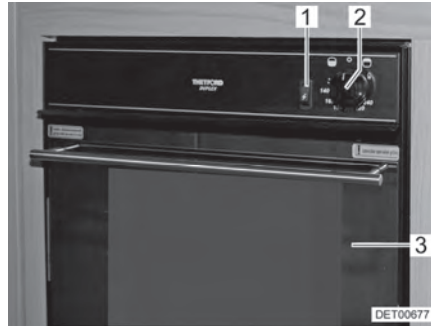
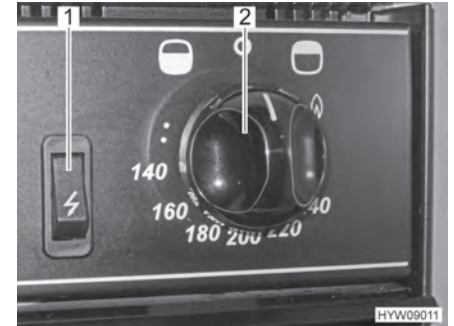

Bild 128 Gasbackofen mit Grill
Bild 129 Bedienelemente (Gasbackofen mit Grill)
- Backofenklappe (Bild 128,3) ganz öffnen.
- Drehregler (Bild 128,2 und Bild 129,2) drücken und entgegen dem Uhrzeigersinn (in Richtung Backofen-Symbol "☼") auf maximale Einstellung stellen.
- Drehregler (Bild 128,2 und Bild 129,2) drücken und 5 bis 10 Sekunden lang gedrückt halten. Es strömt Gas zum Brenner.
- Zündschalter (Bild 128,1 und Bild 129,1) so lange drücken, bis die Flamme brennt.
- Drehregler (Bild 128,2 und Bild 129,2) drücken und im Uhrzeigersinn (in Richtung Grill-Symbol "☼") auf das Flammensymbol stellen.
- Drehregler (Bild 128,2 und Bild 129,2) auf "O" drehen. Die Flamme erlischt.